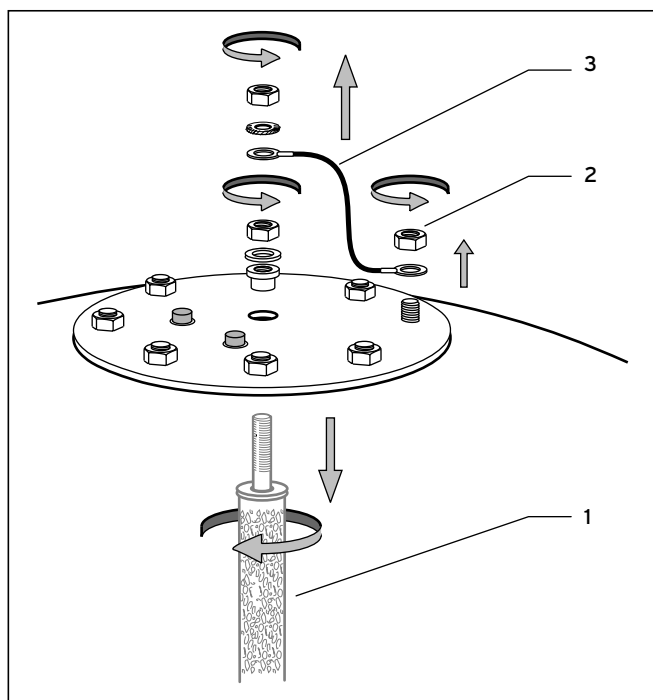

Рис. 3.13 Визуальная проверка магниевого защитного анода
- Ослабьте кабель соединения с корпусом (3, рис. 3.13) между магниевым защитным анодом (1, рис. 3.13) и гайкой фланца (2, рис. 3.13).
- Выкрутите магниевый защитный анод (1).
- Вставьте кабель соединения с корпусом (3) между магниевым защитным анодом (1) и гайкой фланца (2).
- Ослабьте кабель соединения с корпусом (3, рис. 3.13) между магниевым защитным анодом (1, рис. 3.13) и гайкой фланца (2, рис. 3.13), ослабив гайку и свободив кабель.